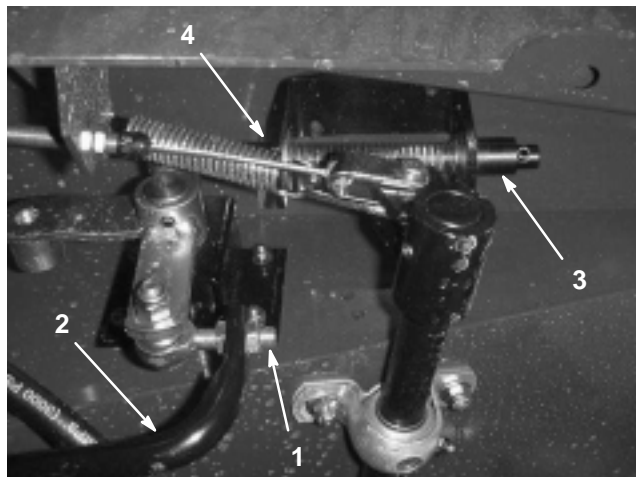

Figure 69
3. Desserrez les écrous de blocage à l'extrémité de la barre et réglez la longueur de la barre de déplacement (Fig. 69) pour que la pédale touche la butée juste avant que le levier de pompe arrive au bout de sa course. Resserrez les écrous de blocage.